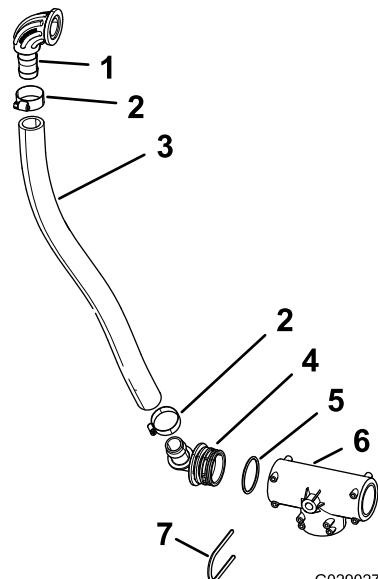

Bild 36
1. Stecken Sie den Flanschkrümmer, den Sie in Schritt 3 von Entfernen des Zulaufschlauchs \(Seite 20\) ausgebaut haben, in den Zulaufschlauch (25 mm (1 Zoll) x 66 cm), und befestigen Sie das Anschlussstück mit der Klemme, die Sie aufbewahrt haben (Bild 36)
2. Stecken Sie das Ende mit den Widerhaken eines 90°-Mittelstücks in das andere Ende des Zulaufschlauchs, und sichern Sie es mit einer Schlauchklemme, wie in Bild 36 gezeigt.
3. Stecken Sie einen O-Ring in die O-Ring-Nut des 90°-Mittelstücks (Bild 36)
T-Stücks (Bild 36), und befestigen Sie das Mittelstück mit einem Arretierbügel im T-Stück.